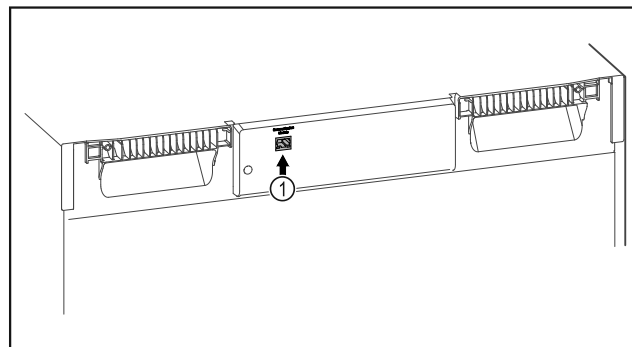

Fig. 111
- SmartModule Fig. 111 (1) är insatt.